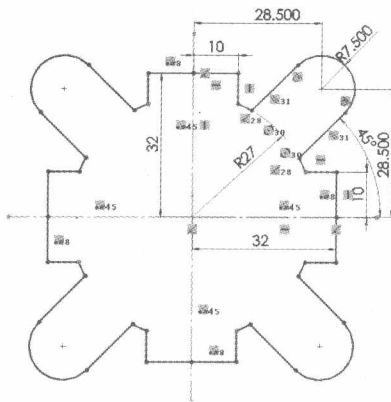

图 2-8 阵列草图
Step8 阵列草图。单击“草图”工具栏中的“圆周草图阵列”按钮, 选择草图进行阵列, 阵列数目为 4, 如图 2-8 所示。